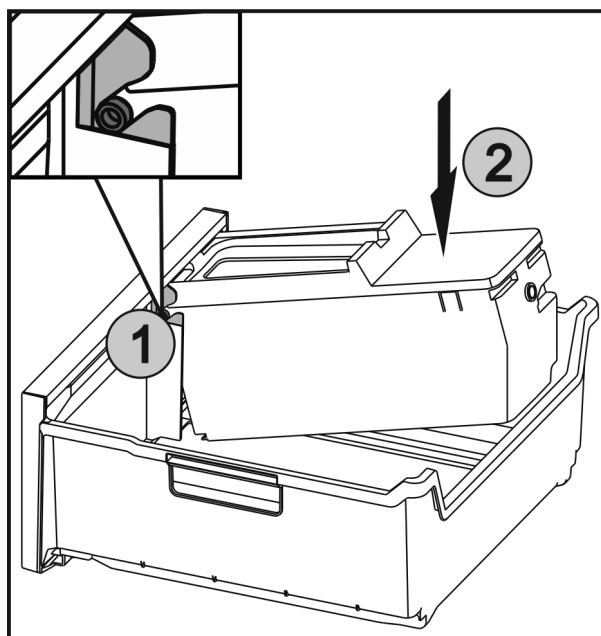

Fig. 42
- ▶ Zasuňte osy Fig. 42 (1) na EasyTwist-Ice do vedení a zatlačte zadní stranu Fig. 42 (2) tak, aby západka zaklapla.